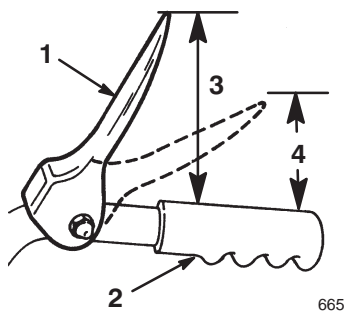

Bild 6
Hinweis: Die Einstellung ist korrekt, wenn die Räder aufhören, rückwärts zu rollen, und der Abstand zwischen der Oberseite des Handgriffs und der Unterseite des Fahrtriebshebels 2,5 bis 5 cm beträgt (Bild 6).
2. Stellen Sie die beiden Bundmuttern durch Drehen der Fahrtriebsstange nach oben oder unten so ein, dass der Abstand zwischen der Oberkante des Handgriffs und der Unterkante des Fahrtriebshebels ca. 11 cm beträgt (Bild 6).